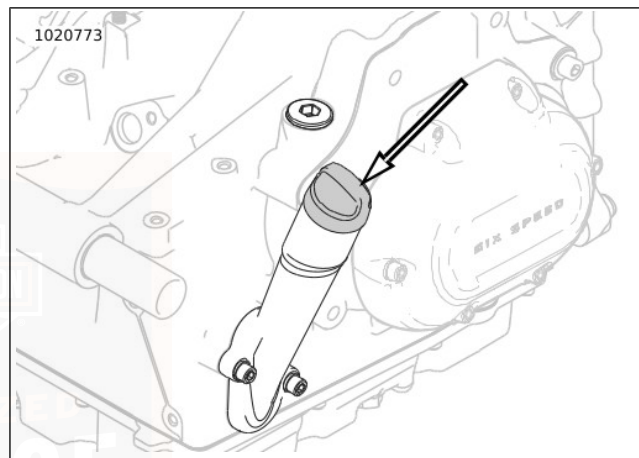

Figure 43. Bouchon de remplissage d'huile moteur
2. Voir Figure 43 . Vérifier le niveau d'huile moteur.
3. Voir Figure 43 . Vérifier le niveau d'huile.